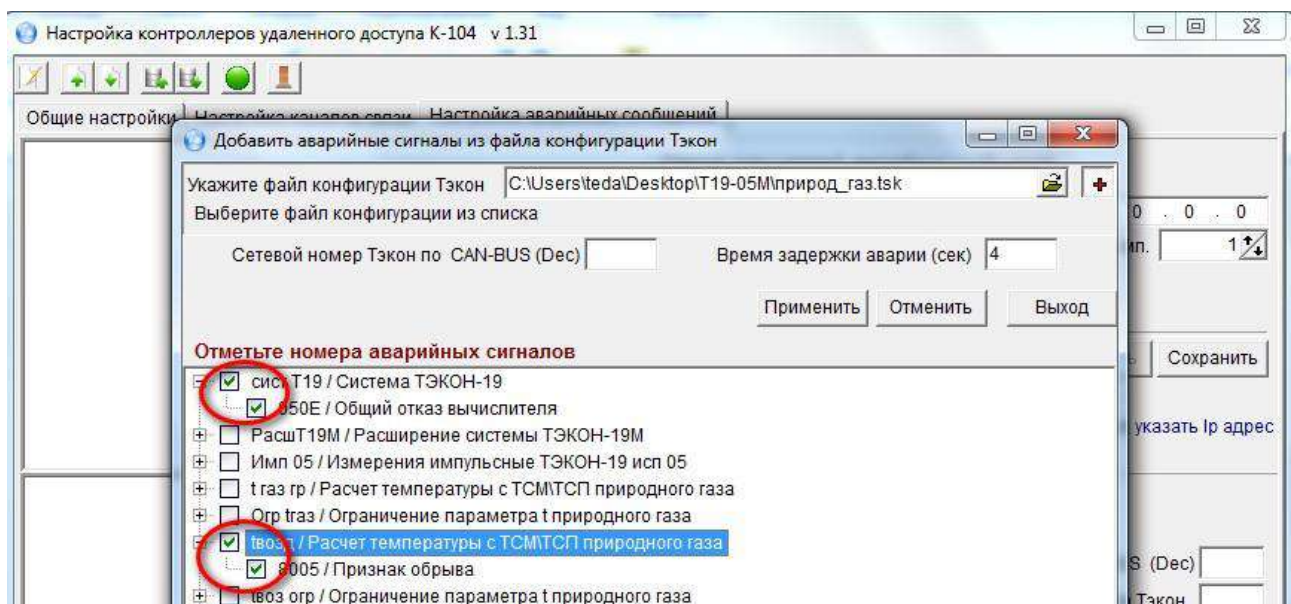

Рисунок 27. Выбор аварийных сигналов
- установите флажки в строках тех параметров, которые необходимо назначить для формирования аварийных сообщений (Рисунок 27);